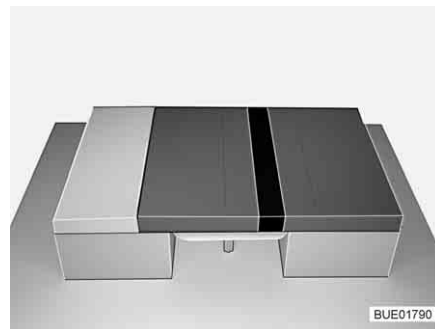

Bild 97 Nach dem Umbau
- Das Zusatzpolster zwischen die Sitzpolster legen (siehe Bild 97).